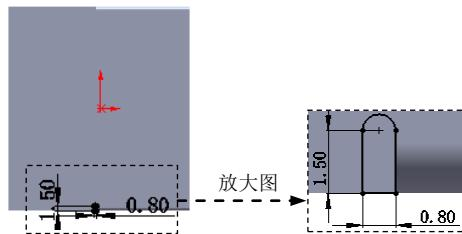

图 9.20 横断面草图
② 定义横断面草图。在草图环境中绘制图 9.20 所示的横断面草图。
(3) 定义切除深度属性。在“切除—拉伸”对话框的 方向 1 区域选中 $\checkmark \text{与厚度相等(L)}$ 复选框和 $\checkmark \text{正交切除(N)}$ 复选框，其他采用系统默认设置值。
(4) 单击 \checkmark 按钮，完成切除—拉伸 1 的创建。